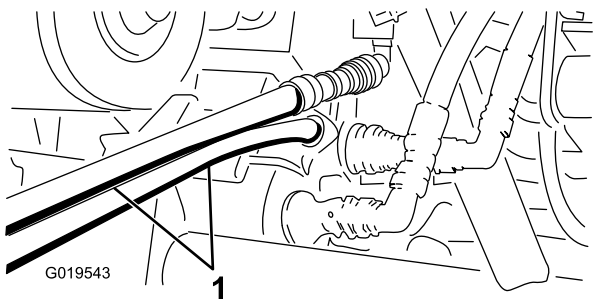

Figure 73
5. Sur l'autre machine, branchez les 2 flexibles sur le raccord restant dans le support (branchez le flexible supérieur sur le raccord supérieur et le flexible inférieur sur le raccord inférieur) (Figure 73).